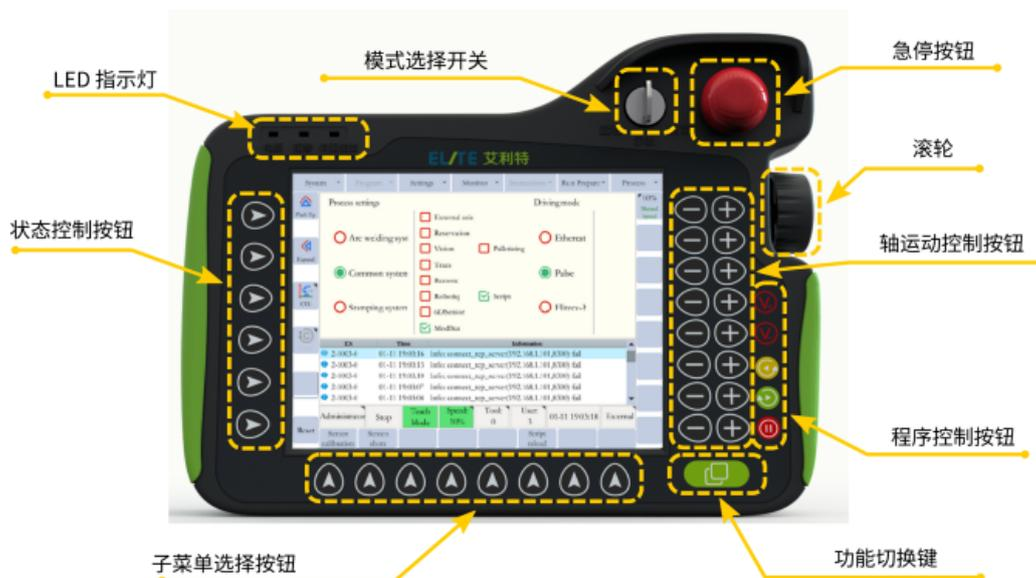

图 3-10：示教器布局（正面）
示教器的正面及其显示屏和按钮如图 3-10 所示。
机器人上电前，请确保所有线缆均已正确连接并且控制箱已插入合适的电源。找到控制箱上的电源开关。将提供的钥匙插入电源开关并将开关转到打开位置。当用户准备关闭系统电源时，首先将示教模式（ 图 3-10) 开关从自动 (PLAY) 或远程 (REMOTE) 转到示教 (TEACH) 以结束当前程序。当机器人完全停止时，将控制箱上的电源开关转到关闭位置。
6. 按下所需轴运动按钮的 +/- 按钮 (图 3-10)
当用户准备关闭系统电源时，首先将示教器上的模式（图 3-10）开关从 PLAY 或 REMOTE 转到 TEACH 以结束当前程序。